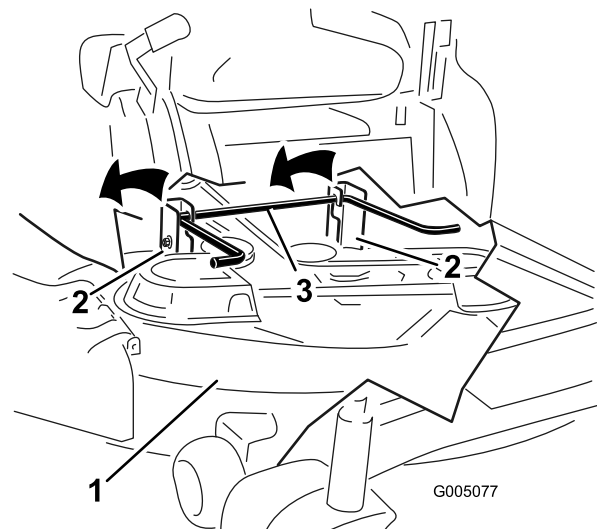

Figura 53
- Eleve la plataforma del cortacésped y desenganche la varilla de elevación trasera de los soportes, y baje el cortacésped con cuidado al suelo (Figura 53).
- Eleve la parte trasera de la plataforma del cortacésped y coloque los soportes sobre la varilla de elevación trasera (Figura 53).